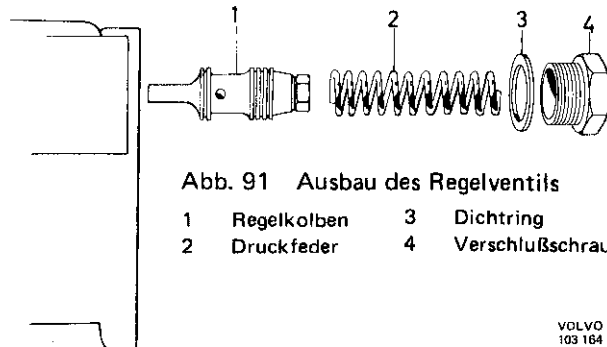

Abb. 91 Ausbau des Regelventils
- b) Regelventil der Pumpe ausbauen, s. Abb. 91. Hierbei ist auf peinliche Sauberkeit zu achten. Die nähere Umgebung des Ventils abwaschen und mit Luft aufzutrocknen, bevor die Verschlußschraube (4) von unten herausgedreht wird. Ventilkolben und Bohrung im